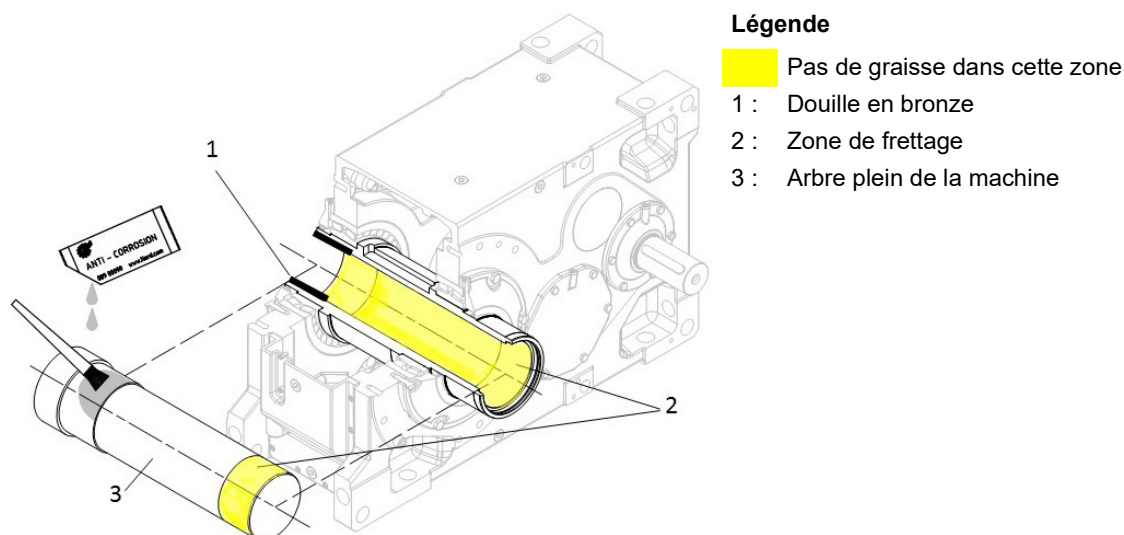

Figure 14 : Montage de l'arbre plein de la machine dans le cas d'arbres creux spéciaux avec frette de serrage
4. Dans le cas d'un arbre creux spécial avec douille en bronze, graissez l'arbre plein de la machine dans la zone qui sera ultérieurement en contact avec la douille dans l'arbre creux (Figure 14). Ne graissez pas la douille en bronze. Le logement de la frette de serrage doit impérativement rester sans graisse.